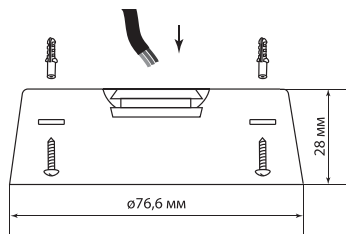

Рисунок 1. Подготовка опорной поверхности
6.3. Подготовить отверстия для монтажа светильника на опорной поверхности (см. рисунок 1).